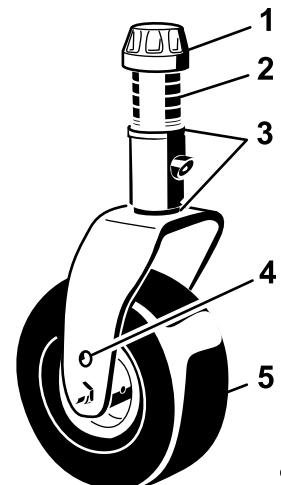

Figura 21
1. Coloque os eixos da roda giratória nos mesmos orifícios em todas as forquilhas da roda giratória (Figura 21 e Figura 23).
2. Retire a tampa de tensionamento do eixo rosco e desloque o fuso para fora do braço da roda giratória (Figura 21).